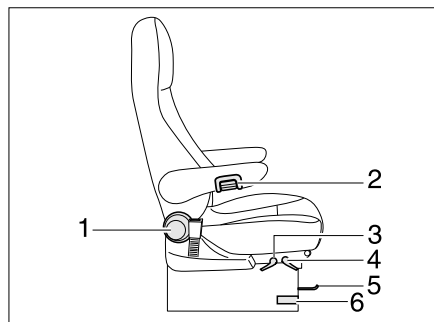

Fig. 96 Siège conducteur et siège passager
- Presser ou tirer sur le levier pour faire pivoter le siège (Fig. 96,6). Le siège est libéré du dispositif de blocage.